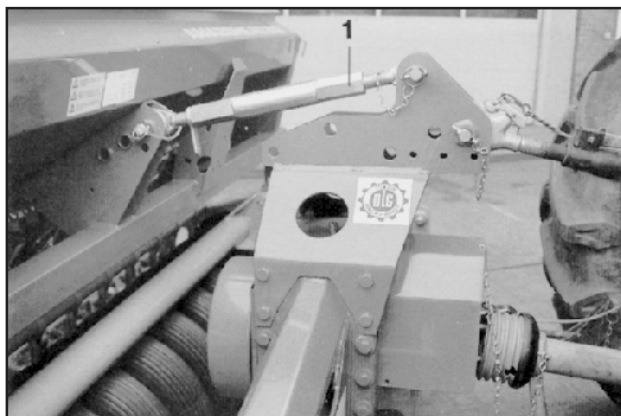

Рис. 23
- Рядовую сеялку и почвообрабатывающую машину соединить при помощи верхнего приводного рычага (Рис. 23/1) и зафиксировать крепежные болты откидными штекерными колодками.